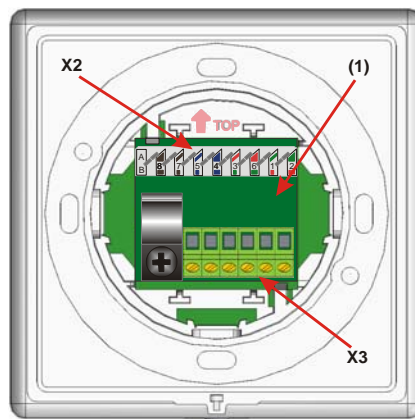

Abbildung 3: Rückansicht mit eingerasteter Anschlussplatine (1)
- Anschlussplatine von hinten in das Gehäuseunterteil einrasten (siehe: Abbildung 3).